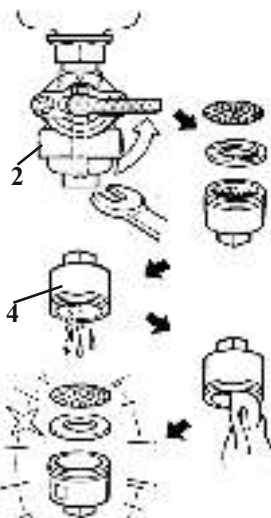
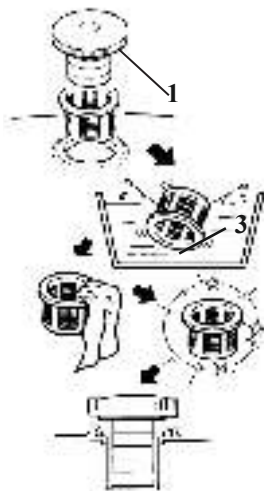

рис. 4
рис. 5
- снимите крышку бензобака (рис.5 поз.1) и колпачок крана подачи бензина (рис.4 поз.2), стараясь не повредить уплотнение;
- удалите загрязнения с фильтров (рис.4 и 5 поз.3 и 4) промыванием в растворителе (типа Уайт-Спирит) и продувкой;
пливо (слив производится снятием колпачка крана подачи топлива (рис.4 поз.2).